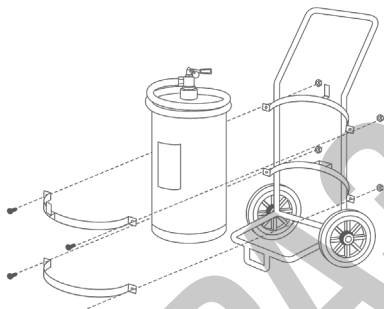

Рисунок 1
4.2 Огнетушитель снимается с тележки (например для ее ремонта) путем отворачивания болтов и гаек, крепящих хомуты (см. рис. 1)